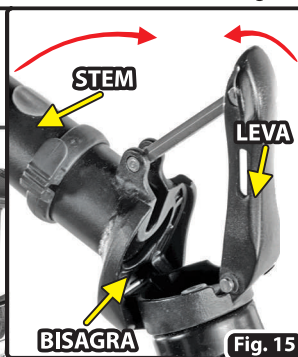

Fig. 15
- Sujetar firmemente el **manillar** y, asegurándose de que el mismo no se mueva, llevar la **leva** hacia arriba para trabar la **bisagra** (Fig. 15).